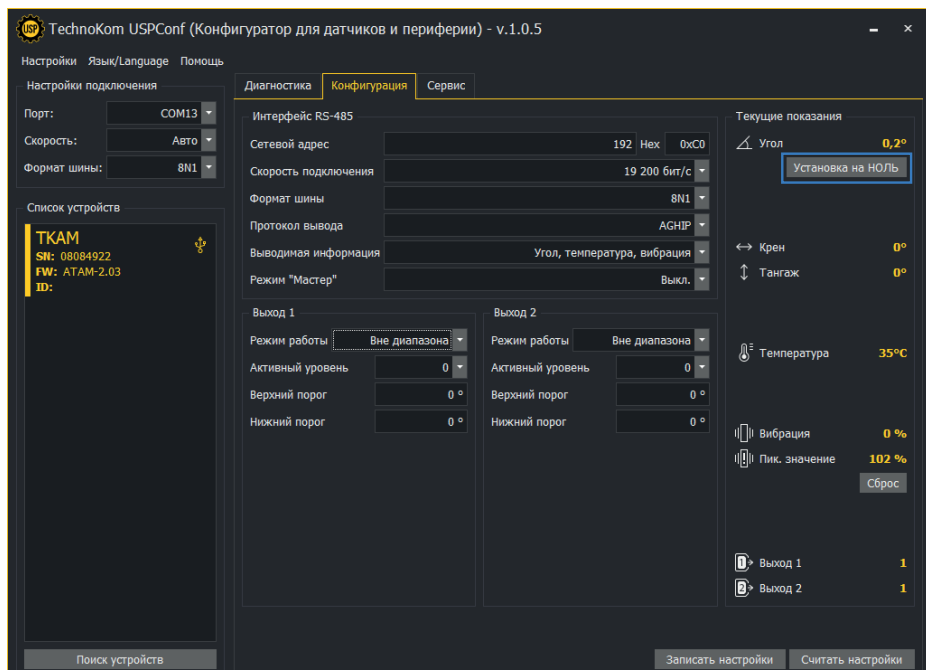

Рис.9. Установка уровня нуля.
- Подключите датчик к программе USPCoNF и перейдите на вкладку «Настройки». В поле «Угол, град» в блоке «Текущие параметры» отображаются текущие показания датчика угла. Нажмите кнопку «Установка на НОЛЬ» для того, чтобы принять текущий угол наклона за нулевой (**Рис.9**). Сохраните настройки.